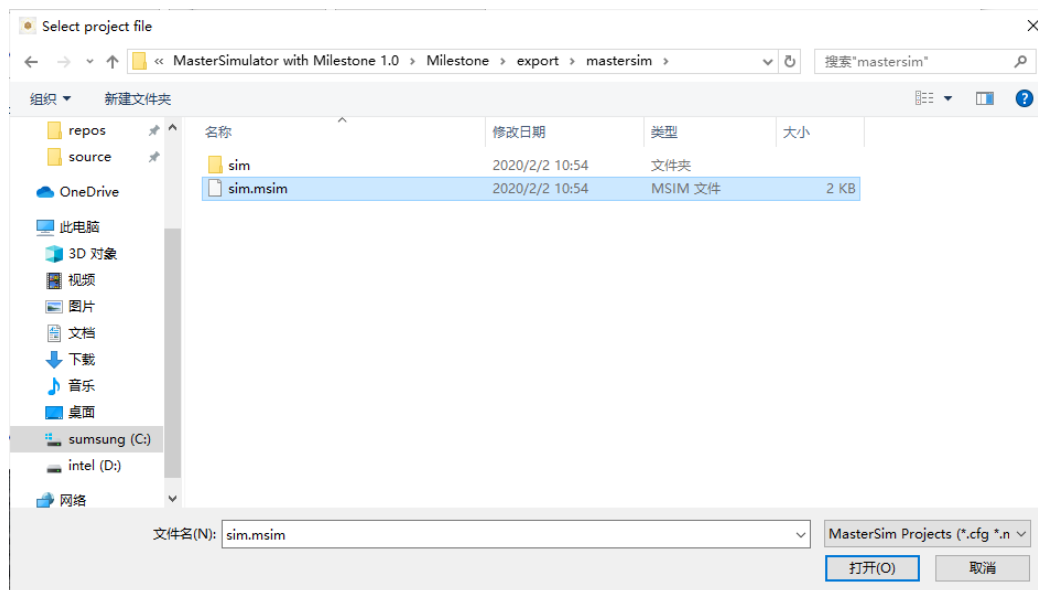

图 3.9: 测试工程默认路径
- 测试工程在 export/mastersim 路径下，如 图 3.9 。